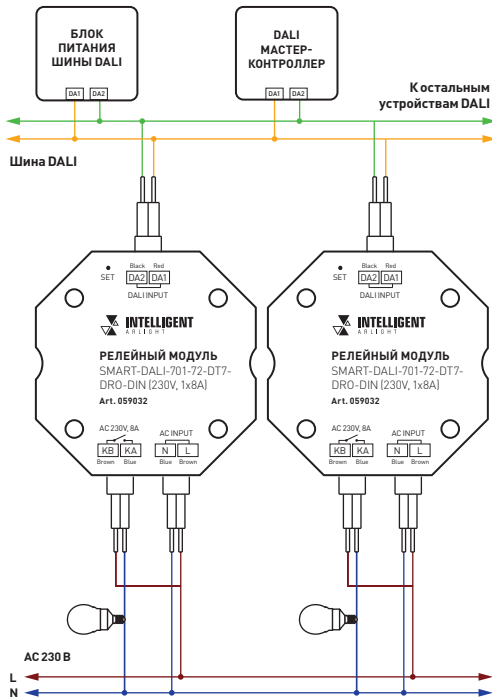
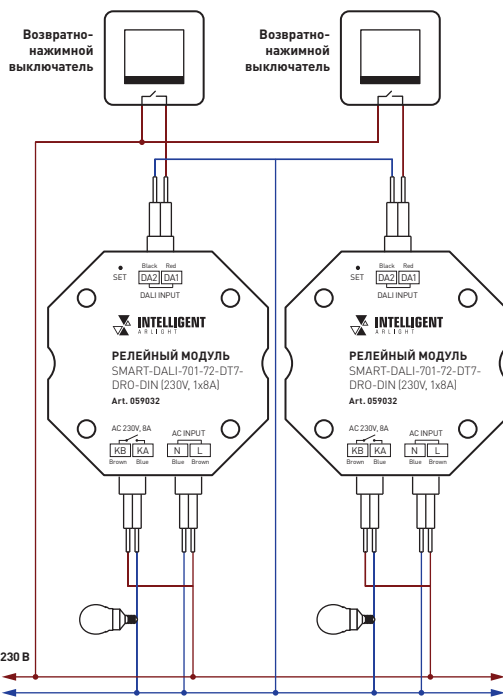

Рис. 2. Схема подключения релейного модуля при управлении DALI
Рис. 3. Схема подключения релейного модуля при управлении PUSH SWITCH
3.2. Подключите релейный модуль в соответствии со схемами на рис. 2 и рис. 3.